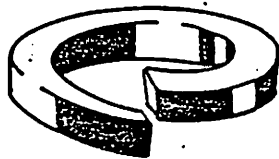

Bild 6
- a) Einfach-gewundene Federringe, in der Bundesrepublik Deutschland nach DIN 127, Form A. (Siehe Bild 6)